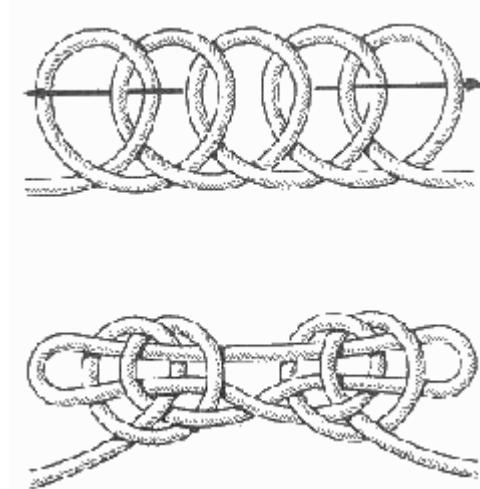

Рис. 114. Олимпийский узел
**Олимпийский узел** (рис. 114). Его называли олимпийским потому, что он получается из пяти колец. Это старинный морской узел времен “золотого века паруса” — расцвета чайных, опиумных и шерстяных клиперов. На английском морском языке название этого узла весьма сентиментально — “Два сердца, бьющиеся как одно”. Несмотря на кажущуюся на первый взгляд громоздкость узла, вяжется он не сложнее топового (см. рис. 80). Олимпийский узел надежен и конкретно отвечает своему прямому назначению — укоротить на время трос.